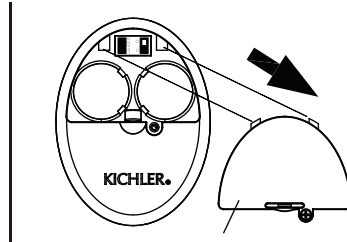

Fig. 25
Étape 2. À l'aide d'un tournevis, retirez le couvercle de la batterie du combiné et conservez la vis pour une utilisation ultérieure. (Fig. 25)